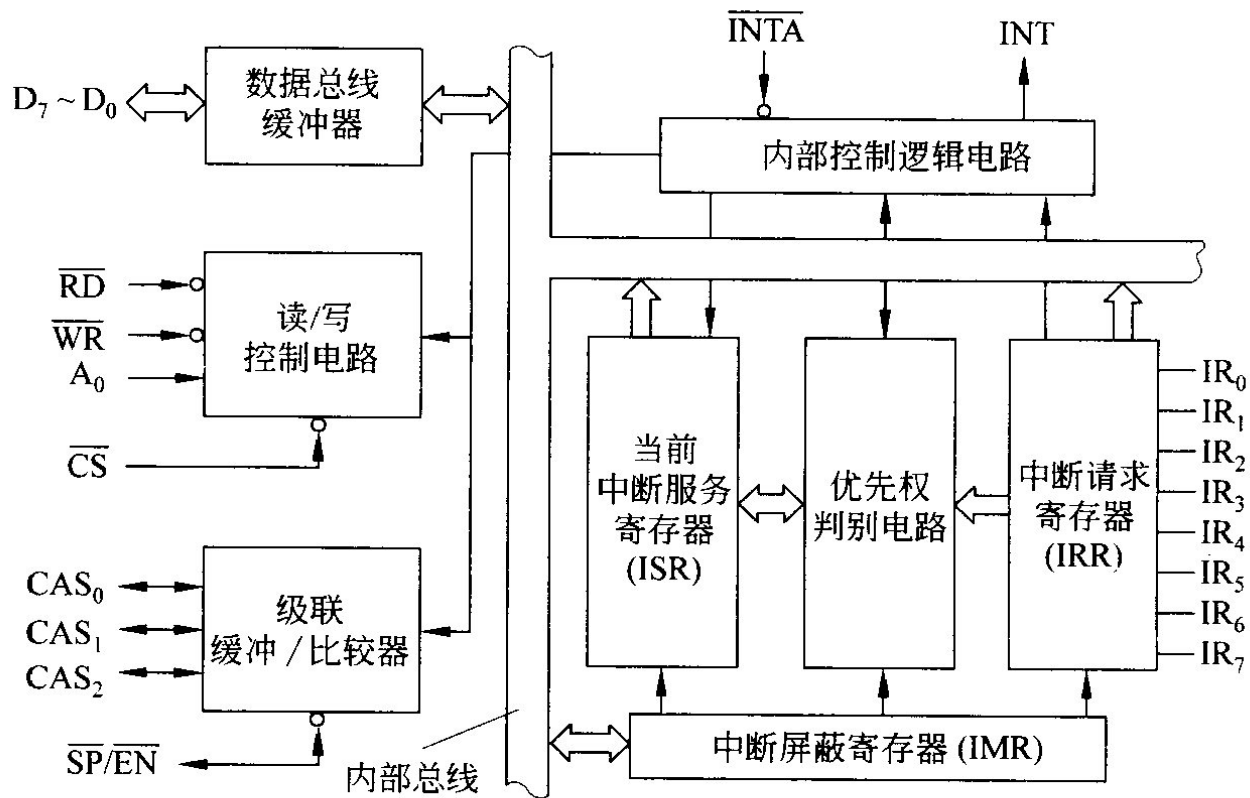

图 6-25 8259A 内部结构框图
- (1) 中断请求寄存器IRR
- (2) 中断服务寄存器ISR
- (3) 中断屏蔽寄存器IMR
- (4) 中断判优电路
■ 8259A内部结构框图6-25